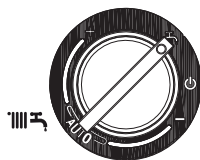

Fig. 4.5
**Estate:** ruotando il selettore sul simbolo estate (fig. 4.5) si attiva la funzione tradizionale di solo acqua calda sanitaria. In caso di richiesta di acqua calda, la caldaia si accende e il led di segnalazione di stato caldaia (2) si accende verde fisso. Il visualizzatore digitale (5) indica la temperatura dell'acqua sanitaria (fig. 4.4b).